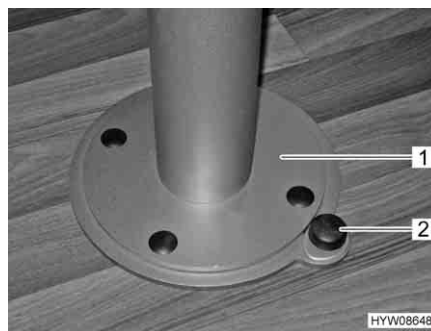

Fig. 83 Piede del tavolo, sbloccaggio del dispositivo di rotazione
- Spingere verso il basso il bottone (Fig. 83,2) del bloccaggio.
- Ruotare il piede del tavolo con il piano del tavolo (Fig. 83,1) nella posizione desiderata.